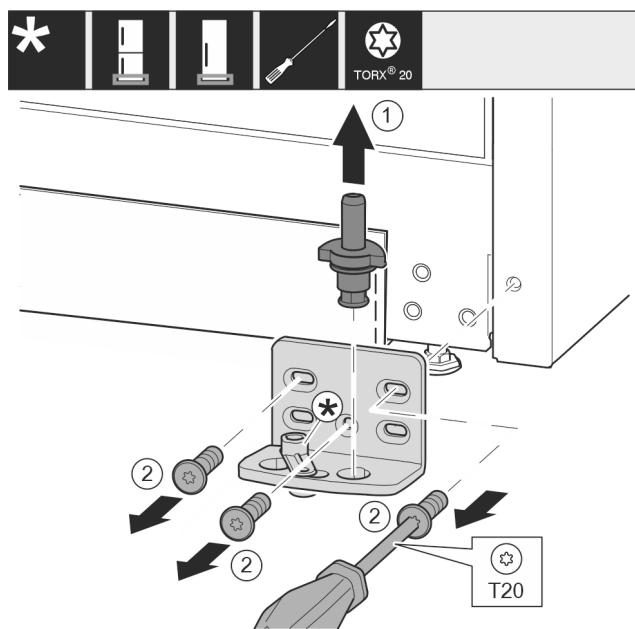

Fig. 14
- ▶ 将轴承螺栓完全向上拉出。Fig. 14 (1)
- ▶ 用 T20 螺丝刀将螺钉旋出并取下托架。Fig. 14 (2)